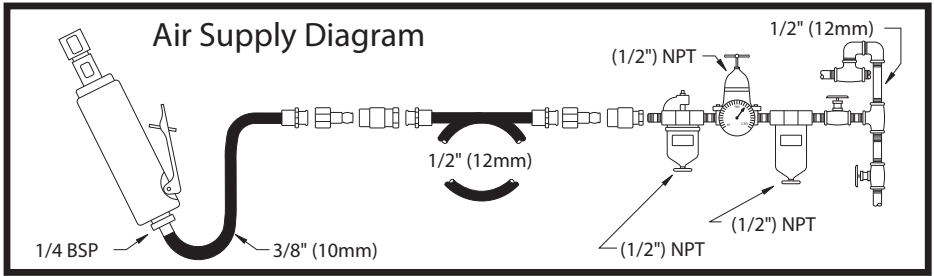

Fig. 01
## 3. Operation (See figures 01, 02 & 03)
- Connect device as shown in Fig. 01.
- To start the machine, pull the trigger (A). Machine speed is increase by increasing pressure on the trigger. Release the trigger to stop.
- Das Gerät wird in Abb. 01 gezeigt anschließen.
- Um die Maschine zu starten, muss der Auslöser (A) gezogen werden. Der Druck auf den Abzug bestimmt die Geschwindigkeit des Motors. Um die Maschine zu stoppen, den Auslöser wieder freigeben.